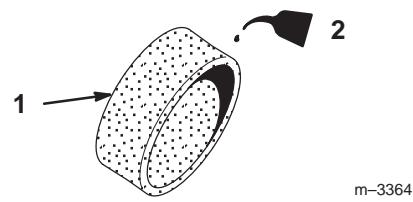

Bild 28
- Sättigen Sie den Einsatz mit frischem Motoröl (Bild 28), drücken überflüssiges Öl heraus, wickeln es anschließend in einen sauberen Lappen und drücken das Öl heraus, um den Einsatz so gut wie möglich zu trocknen. Achten Sie sorgfältig darauf, das Element nicht zu zerreißen.